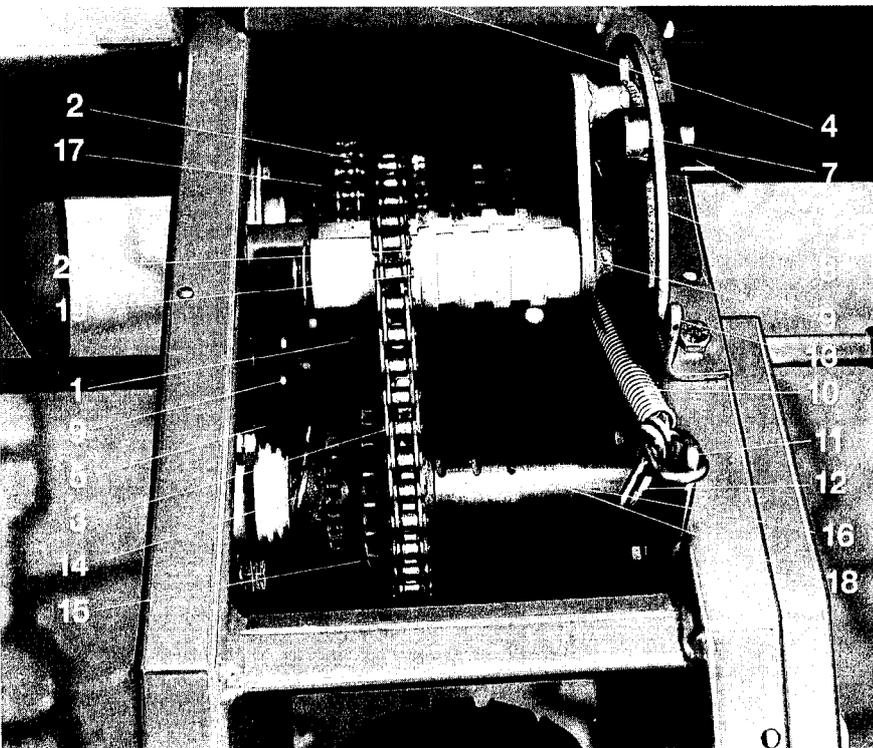
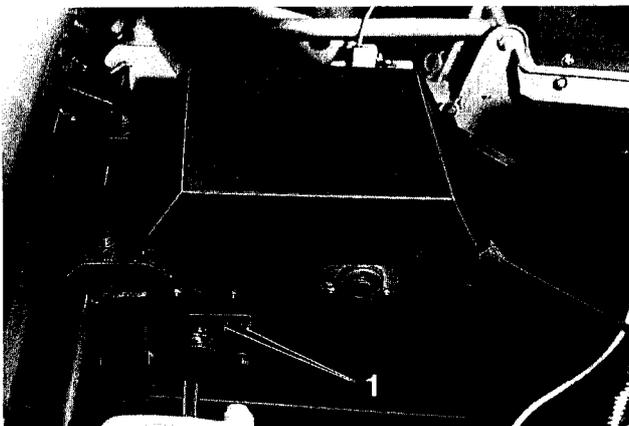

Fig. 33
Fig. 34
**Das Umlegen der Kette (Fig. 33/2) der Kettenradpaarung A-B wird folgendermaßen durchgeführt:**
- Schrauben (Fig. 34/1) des Kettenspanners (Fig. 33/5) lösen.
- Kette (Fig. 33/2) auf entsprechendes Kettenradpaar A 14 - B 21 auflegen.
**Das Umlegen der Kette (Fig. 33/1) zwischen den Kettenradpaarungen C-D wird wie folgt durchgeführt:**
- Flügelmutter (Fig. 33/6) der Einstellschraube (Fig. 33/7) am Feststellblech (Fig. 33/8) lösen.
- Kettenspanneinheit (Fig. 33/9) durch Aushaken der Feder (Fig. 33/10) vom Spannhaken (Fig. 33/11) lockern und Kettenglied (Fig. 33/12) der Feder auf Nase (Fig. 33/13) vom Feststellblech einhaken.
- Federvorstecker (Fig. 33/14) herausziehen und Kettenradsatz (Fig. 33/15) auf Verschiebewelle (Fig. 33/16) verschieben bis gewünschtes Kettenrad C17 der Zwischenwelle (Fig. 33/17) mit dem Kettenrad D17 des Kettenradsatzes fluchtet.
- Kettenradsatz gegen Verschieben mit Federvorstecker in der jeweiligen Kerbe (Fig. 33/18) sichern.
- Zum Spannen der Kette (Fig. 33/1) Kettenglied der Feder (Fig. 33/10) in Spannhaken (Fig. 33/11) hängen.
Werden die Führungsrollen (Fig. 33/19) der Kettenspanneinheit ausgebaut, beim Wiedereinbau unbedingt darauf achten, daß die Führungen (Fig. 33/20) der Führungsrollen mit den Kettenrädern der Zwischenwelle (Fig. 33/17) fluchten. Position der Führungsrollen läßt sich zum exakten Fluchten mit den Kettenrädern der Zwischenwelle durch den Einsatz von Ausgleichscheiben an der Kettenspanneinheit verändern.